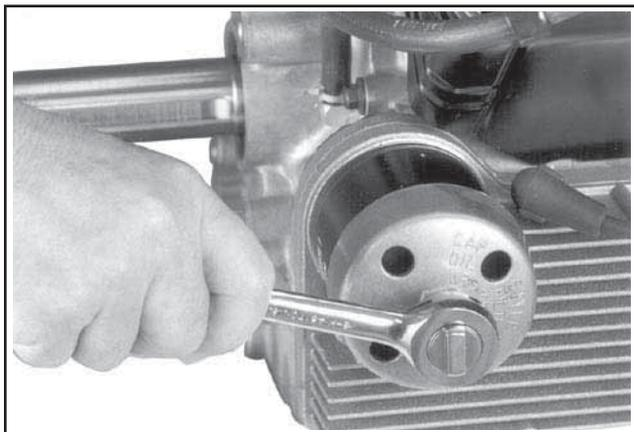

Figure 9-5. Enlèvement du filtre à huile.
3. Enlever et éliminer le filtre à huile. Voir la Figure 9-5.